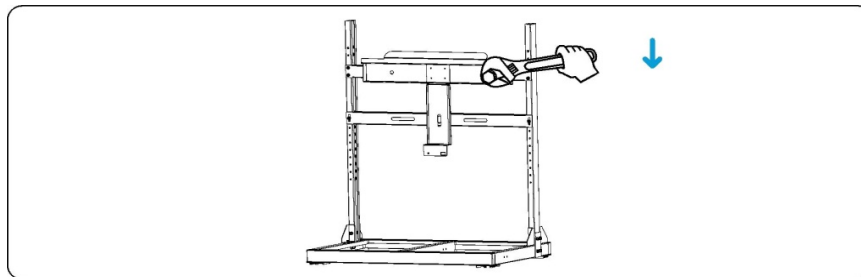

Imagen 4.10 Ajuste del panel trasero al apoyo
Paso 2 Una el panel trasero al soporte usando tornillos M12 apretados con una torsión de 42 N. m. (como muestra la imagen 4.10).